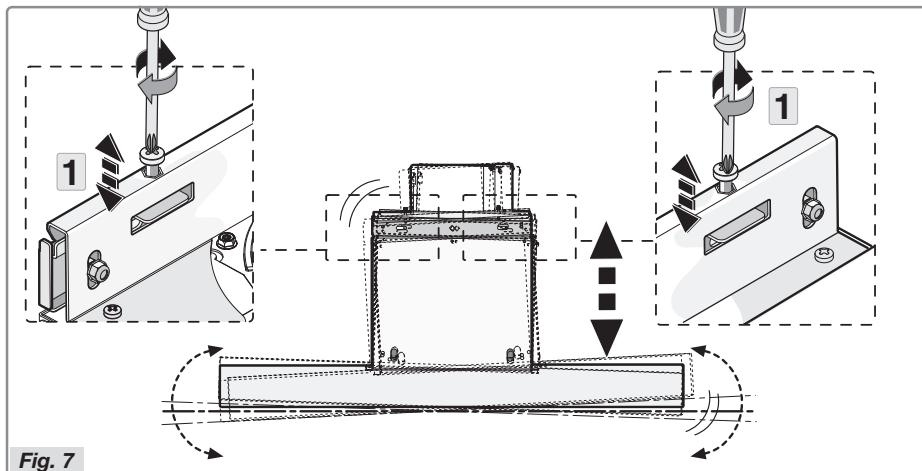

Fig. 7
- Juster hetten horisontalt med de to nivelleringsskruene (Fig. 7 trinn 1).